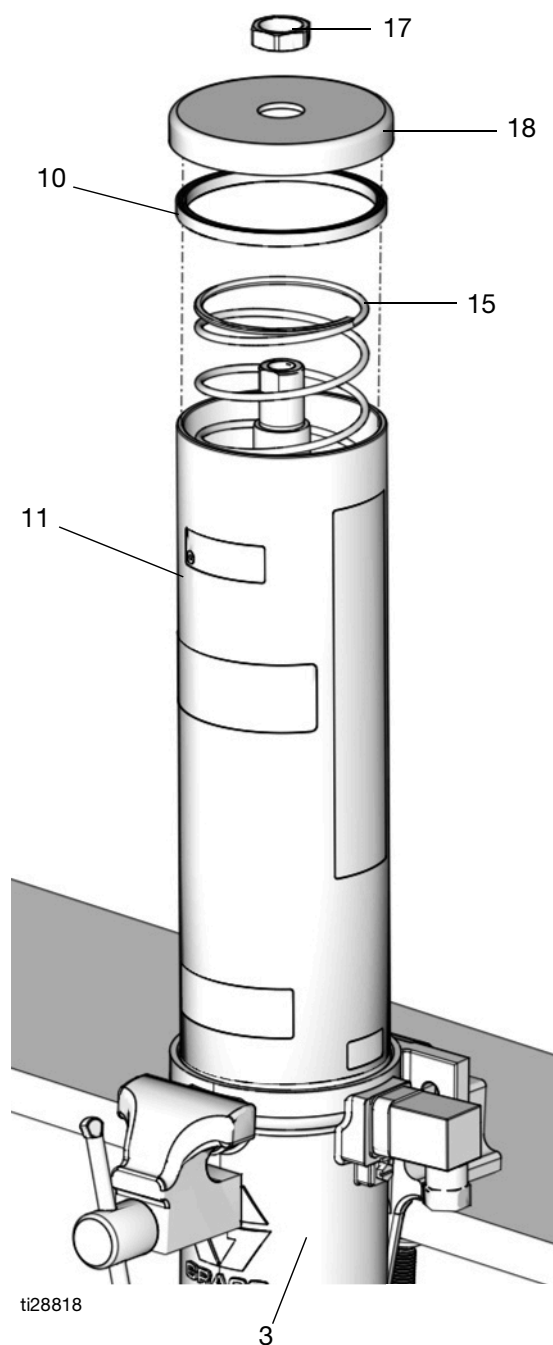

FIG. 14
10. Retire la tapa (18) y el muelle (15) del depósito (11).
11. Saque el depósito (11) del cilindro del motor neumático (3) (FIG. 14). Si se van a cambiar las juntas del depósito (10), desmóntelas del depósito. Deseche las juntas según la normativa para una eliminación adecuada.